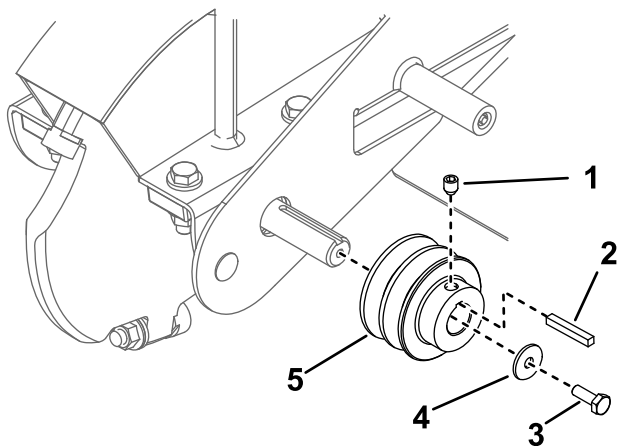

Figure 9
4. Appliquez du frein-filet sur le boulon (1/4 x 3/4 po) et servez-vous du boulon, de la rondelle (0,27 x 0,89 x 0,09 po) et de la clavette carrée pour installer la poulie avant, la face de la poulie étant de niveau avec l'extrémité de l'arbre (Figure 9). Serrez le boulon à 13,6 N·m (120 po-lb).
5. Appliquez du frein-filet sur la vis et fixez la poulie à l'aide de la vis, de la rondelle (0,27 x 0,89 x 0,09 po) et du boulon (1/4 x 3/4 po), comme montré à la Figure 9. Serrez la vis à un couple de 14,9 à 17,6 N·m (132 à 156 po-lb).